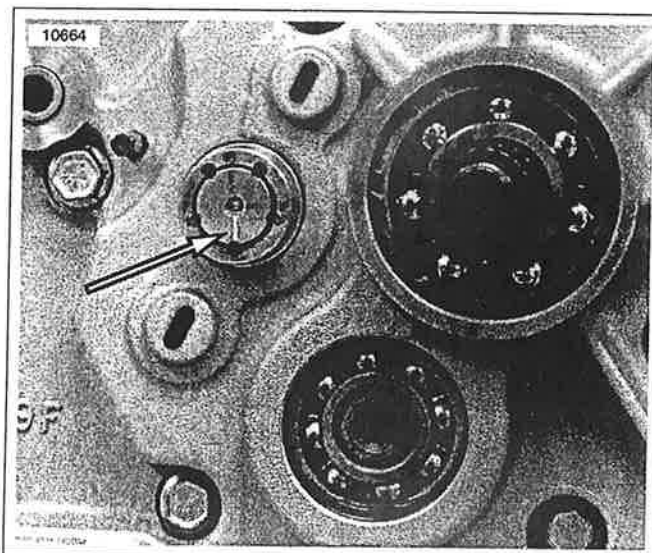

Figura 6-64. Línea marcada en el tambor de cambios en la posición de las 6 horas del reloj (transmisión en el engranaje de 4ª)
3. Vea la Figura 6-64. Coloque la transmisión en el engranaje de 4ª. La línea marcada en el tambor de cambios debe estar en la posición de las 6 horas del reloj.